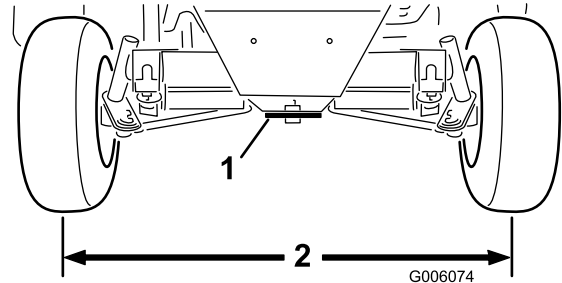

Bild 64
2. Stellen Sie die beiden Spurstangen so ein, dass der Abstand von Mitte zu Mitte an der Vorder- und der Rückseite der Hinterräder gleich ist (**Bild 64**).